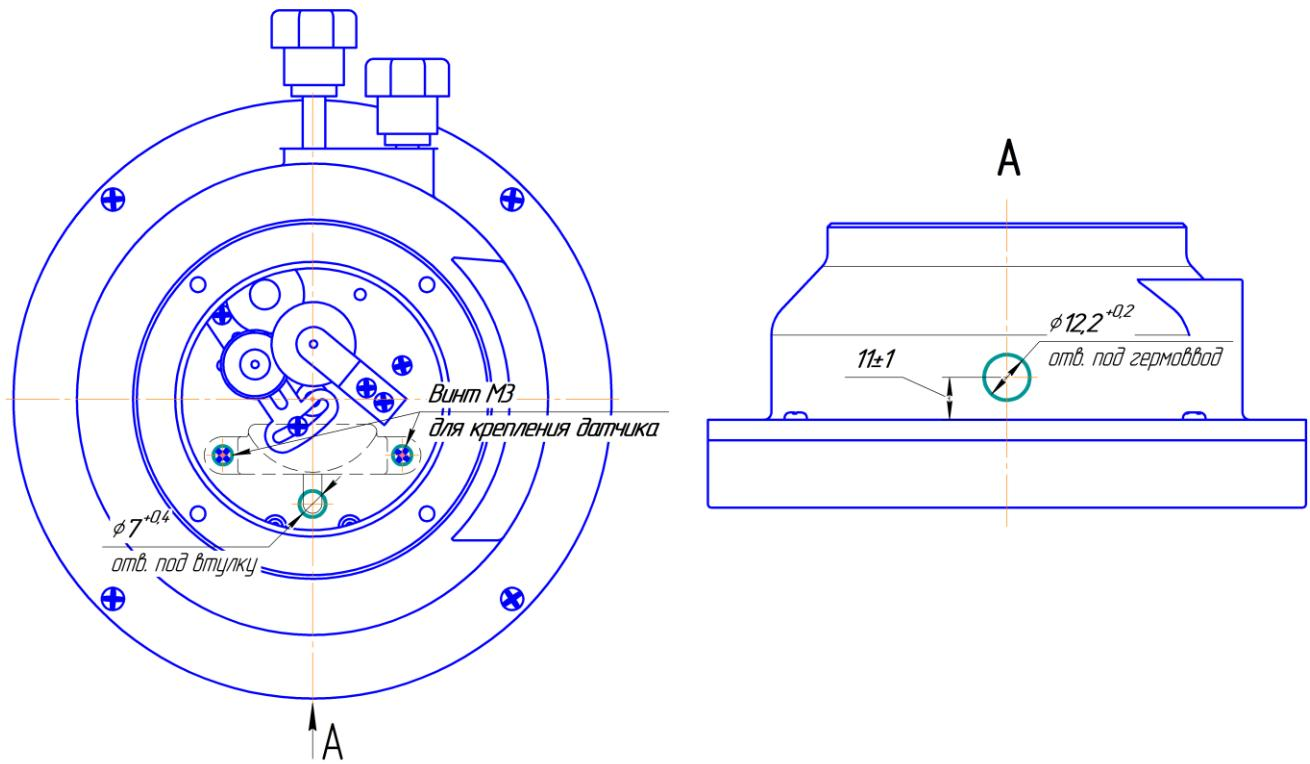

Рисунок 2 – Отсчетное устройство счетчика ДД-25/1,6.
3) Просверлить два отверстия (рисунок 2) для прокладки кабеля датчика внутри отсчётного устройства (пример прокладки кабель представлена на рисунке 5). Удалить образовавшуюся стружку.
5) Продеть кабель датчика оборотов ДО-14.0 через кабельную втулку и гермоввод, и закрепить корпус датчика винтами М3 (рисунок 2).